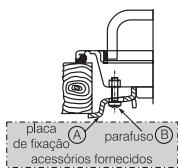

Figura 3
- as 2 placas de fixação A (fornecidas) com os 2 parafusos B (fornecidos) (veja Figura 3).